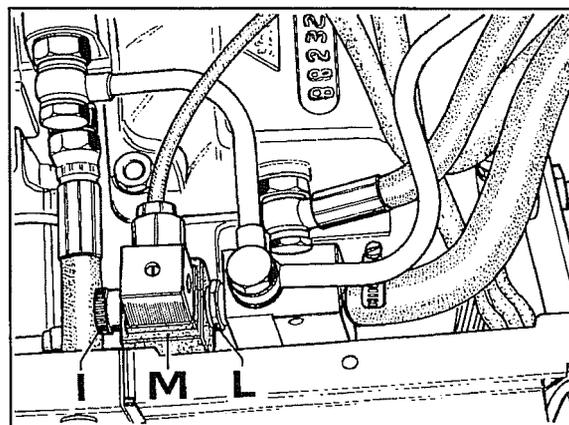
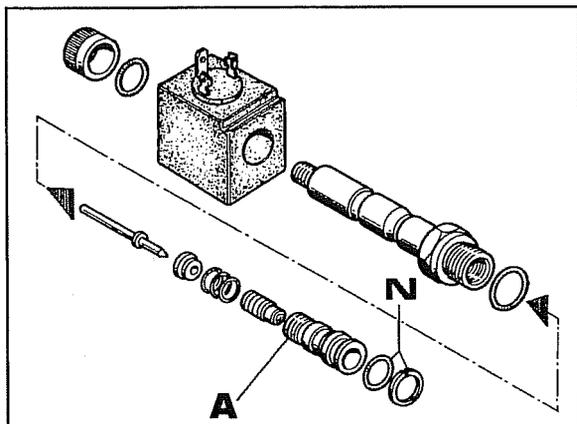

Abb. 19
Abb. 20
1. Die Nutmutter I Abb. 19 lockern, um die Spule M bewegen und die Mutter L Abb. 19 des Solenoids mit dem Schlüssel lockern zu können, dann die ganze Gruppe losschrauben und herausziehen. Die Abb. 20 zeigt im Detail die Komponenten des Solenoids, die zu waschen, mit Druckluft auszublasen und mit dem Öl des Kreislaufs zu schmieren und einzubauen sind.
- a. Die Spule M Abb. 19 wieder auf dem Solenoid montieren.
- Sicherstellen, daß die Dichtungsringe N Abb. 20 unbeschädigt sind.
- Beim Wiedereinbau des kleinen Zylinders A (Abb. 20) ein paar Tropfen Loctite auf dem entsprechenden Gewinde benutzen, um das Anzugsmoment richtig dosieren zu können, und damit eine bessere Regelung für die Gleitbewegung der Spitze zu erhalten, auf die sich der Vorgang d bezieht. Nachdem man den Schlag des besagten kleinen Zylinders gehört hat, ist er um circa anderthalb Umdrehungen loszuschrauben.